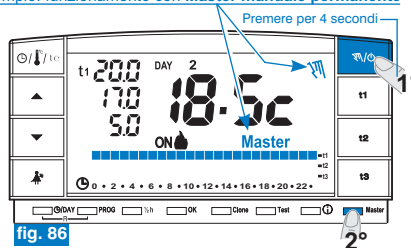

fig. 86
- Sul cronotermostato MASTER mantenere premuto il tasto “” (circa 4 sec.) per entrare in funzionamento manuale permanente; il simbolo “” diventa fisso (vedere dettagli al paragrafo 7.1/B) (esempio in fig. 86). Premere brevemente il tasto “Master”: sul display si accende fissa la scritta **Master**.